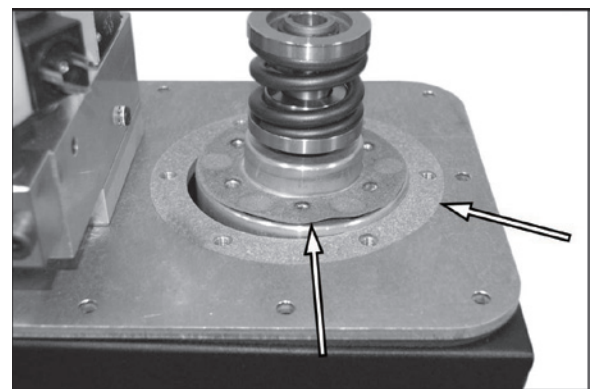

Рис. 34.
3. См. рис. 34. Снимите прокладку и очистите уплотнительные поверхности.